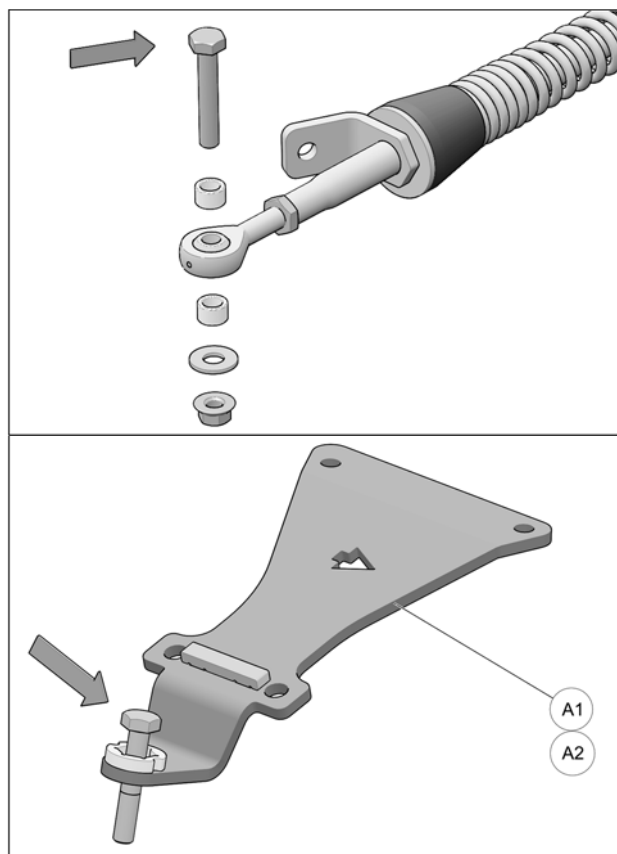

Fig. 25
13. Enlever les boulons, les rondelles et les espaceurs des rotules des bras stabilisateurs des systèmes avant. Insérer un boulon à l'extrémité de chacun des ancrages de suspension avant (A1-A2). Fig. 25.